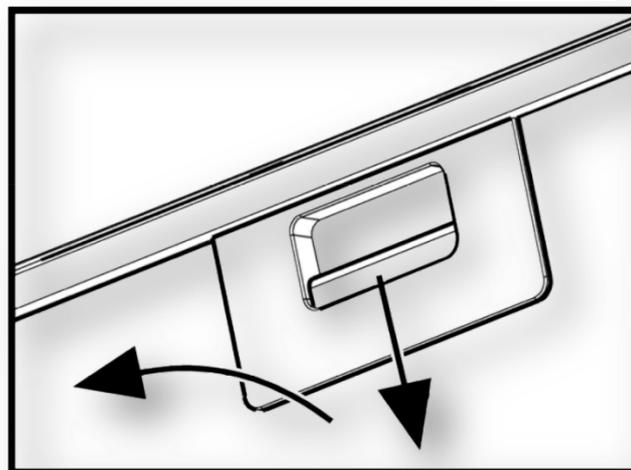

Fig.6
7.8 Pour la dépose du filtre d'aluminium (**fig. 6**) Il fut appuyer sur le loquet à ressort et, ayant tiré pour lui-même et en bas, déposer le filtre du panneau. L'installation du filtre accomplir dans l'ordre inverse.